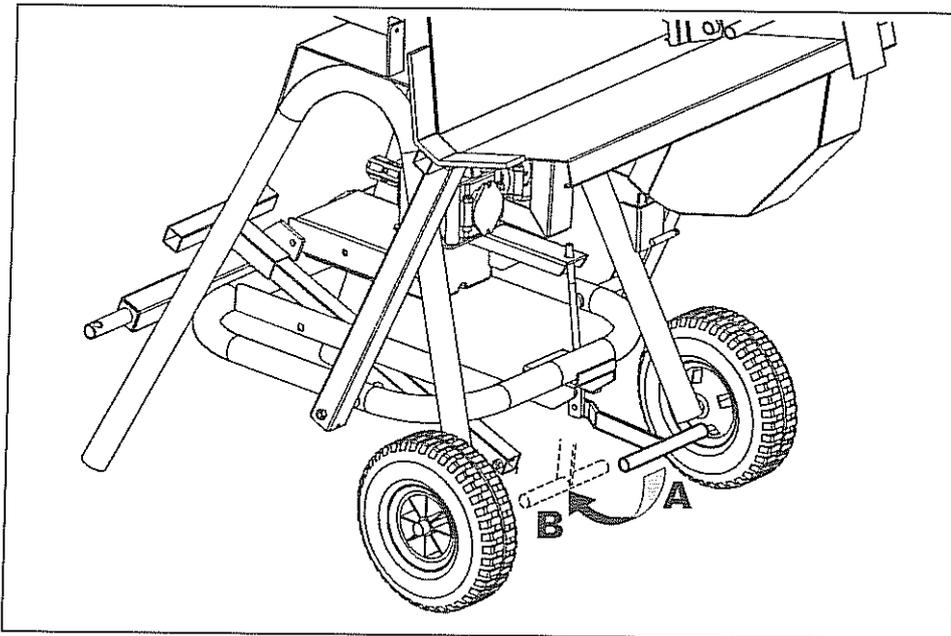

Fig. 3
- POS. A (Fig. 3) - position de fonctionnement normale.
- POS. B (Fig. 3) - position de frein d'urgence actionné.
- ◆ Après avoir réalisé les essais à vide (voir 4.5.1 ESSAIS À VIDE), actionner le frein mécanique au moyen de la pédale spéciale (Fig. 3) et vérifier que le temps d'arrêt du disque de la scie est compris entre 5 et 8 secondes.